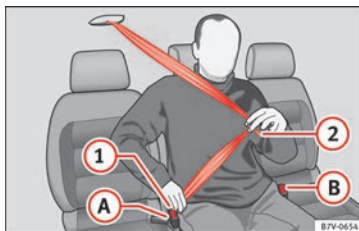

Fig. 90 Sådan spændes sikkerhedsselen til den midterste siddeplads på 2. sæderække.
- Tag fat i låsetappen, og træk selen » **Fig. 90 ①** nedad. Sørg for, at selen **ikke** snor sig » .
- Sæt låsetappen **①** ned i den selelås **A**, der hører til den pågældende siddeplads.
- Tag fat i låsetappen, og træk selen » **Fig. 90 ②** hen over bækkenet på passageren.
- Sæt låsetappen **②** ned i den selelås **B**, der hører til den pågældende siddeplads.
- Tryk på den røde knap på selelåsen » **Fig. 90 A**. Låsetappen springer ud.
- Tryk på den røde knap på selelåsen » **Fig. 90 B**. Låsetappen springer ud.